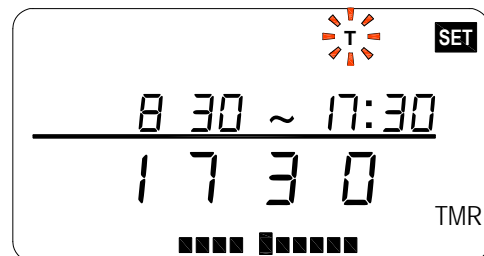

Abbildung 21
4. Drücken Sie . Auf der Anzeige steht TMR und der Wochentag blinkt, siehe Abbildung 21.